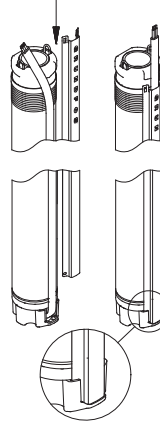

Fig. 9
2. Poziționați cămașa cablului în locul special din mufa cablului. Cele două orificii laterale ale scutului cablului trebuie să intre în marginea superioară a mantiei pompei, vezi fig. 9.